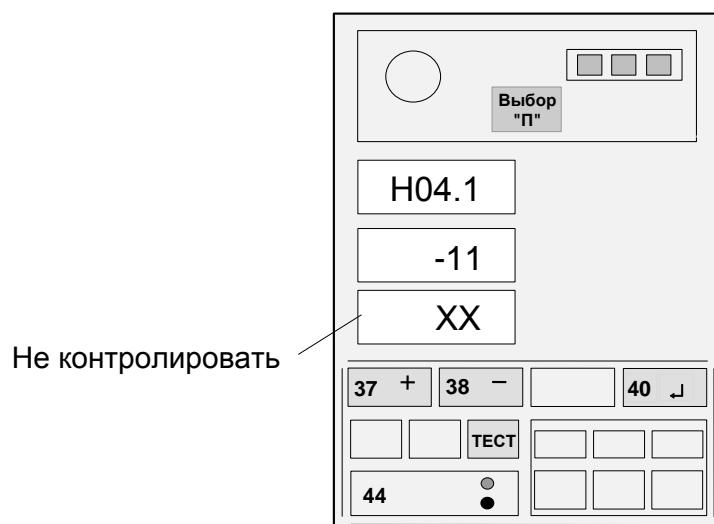

Рисунок 16 - Ввод температурного коэффициента
Если значение коэффициента, указанное на жгуте ПрД, отличается от значения, выдаваемого на средний ИЖЦ, нажатием кнопки 44 установить на верхнем ИЖЦ код "H04.1", а затем, нажимая кнопки "+" (37) и "-" (38), установить на среднем ИЖЦ значение коэффициента для штокового ПрД (см. рисунок 16 для коэффициента М11), причем знак плюс на индикаторе не отображается, а знак минус отображается символом " - ".
4.6.4.1 Нажимая кнопку ВЫБОР "П" (36), добиться появления на верхнем ИЖЦ кода "Н06" (занесение температурного коэффициента поршневого ПрД). При этом на средний ИЖЦ выдается значение коэффициента, занесенное ранее в память ОНК.
Если значение коэффициента, указанное на жгуте ПрД, отличается от значения, выдаваемого на средний ИЖЦ, нажатием кнопки 44 установить на верхнем ИЖЦ код "Н06.1", а затем, нажимая кнопки "+" (37) и "-" (38), установить на среднем ИЖЦ значение коэффициента для поршневого ПрД по методике, изложенной в п. 4.6.2 (см. рисунок 16).